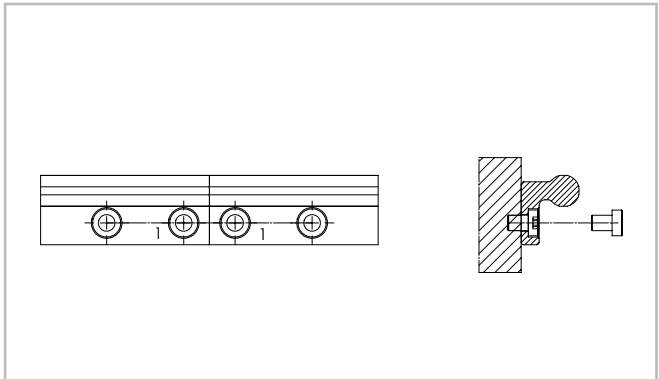

Abb. 28
- (1) Fixieren Sie die einzelnen Schienen auf der Montagefläche durch Anziehen aller Schrauben, bis auf die jeweils letzte am Schienenstoß.
- (2) Montieren Sie die End-Befestigungsschrauben, ohne diese fest anzuziehen (s. Abb. 28).